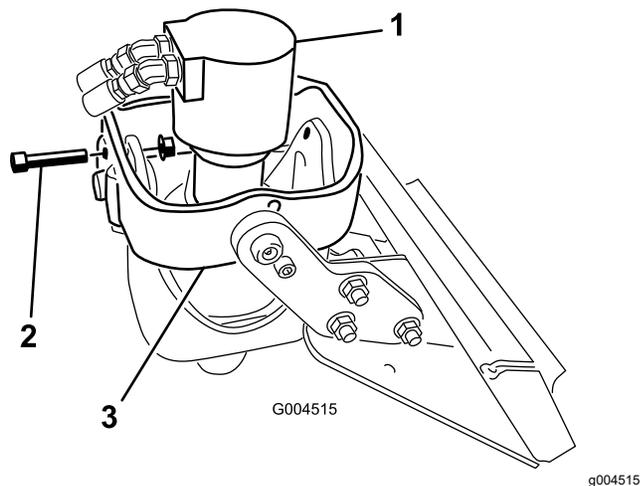

Рисунок 4
- B. Расположите приводную головку вертикально, вставьте болт ($\frac{1}{2}$ x $2\frac{1}{2}$ дюйма) в отверстия передних рычагов люльки и слегка зафиксируйте его фланцевой гайкой ($\frac{1}{2}$ дюйма), как показано на рис. Рисунок 4.